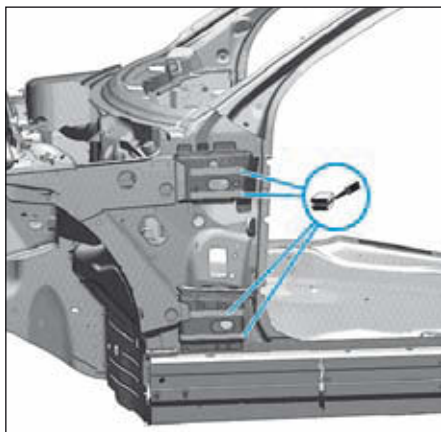

FIG.33
- Appliquer de la colle bi-composant pour carrosseries (Fig.33).